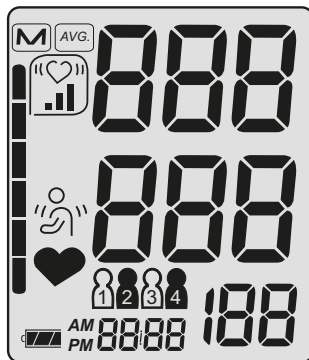

Bild 5
**!** Jetzt den Arm vollkommen ruhig halten und nicht sprechen. Zur Funktionskontrolle erscheinen kurz sämtliche Anzeigeelemente der LCD-Anzeige (siehe Bild 5).